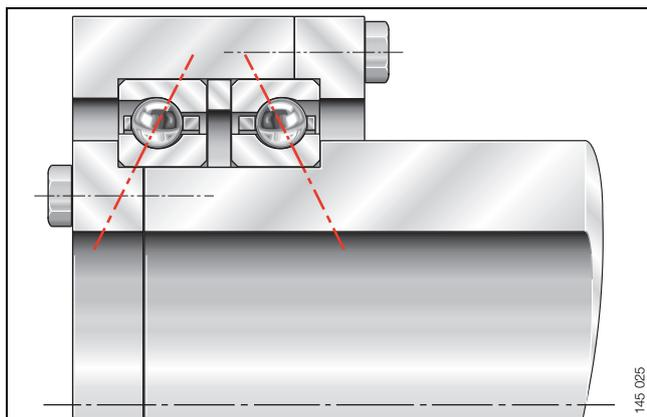

Bild 5 · Kombinierte Schrägkugellager, O-Anordnung, mit Distanzring
- kombinierte Schrägkugellager mit Distanzring (Bild 5)